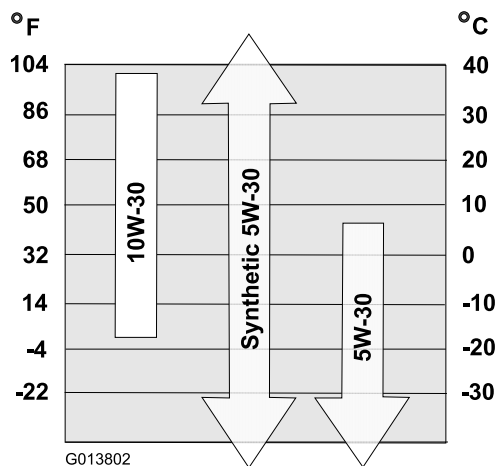

Рисунок 18
6. Используйте Рисунок 18 (см. ниже) для выбора оптимальной вязкости масла для ожидаемого диапазона наружных температур: